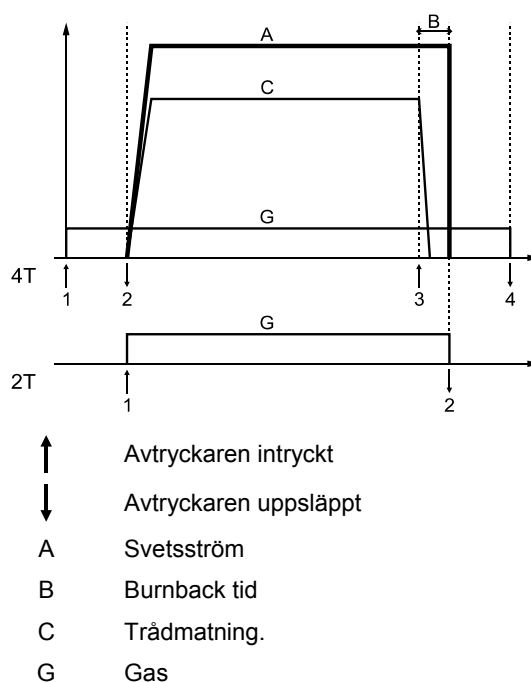

Bild 8.
27. **Handtagsfunktionsväljare:** Medger val av tvåstegs- eller fyrstegs handtagsfunktion. Funktionen för 2T/4T visas i bild 8.